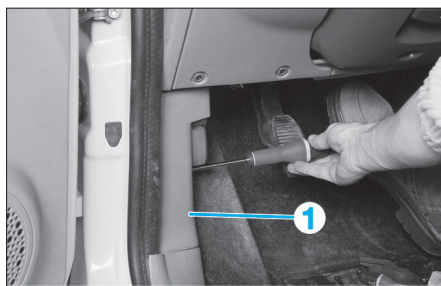

FIG. 105
- Déposer du côté concerné, l'enjoliveur (1) (Fig.105).
- Débrancher le(s) connecteur(s) des câbles venant de la porte avant (Fig.105).